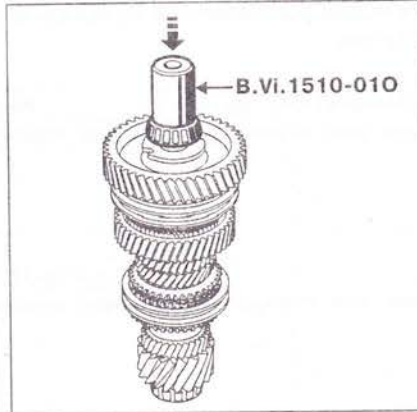

Рис. 5.63. Насадите подшипник при помощи приспособления **В. Vi. 1510-01**, индекс **О**.
32. Насадите подшипник при помощи приспособления **В. Vi. 1510-01**, индекс **О** (рис. 5.63).